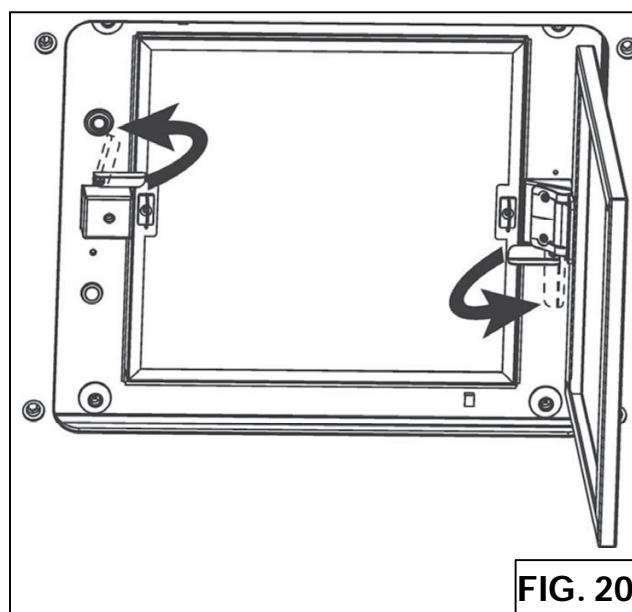

FIG. 20
2. Mover los dos clips como se muestra en la Fig.20